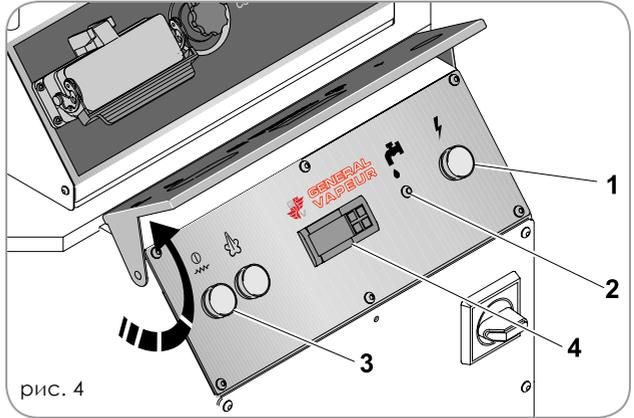
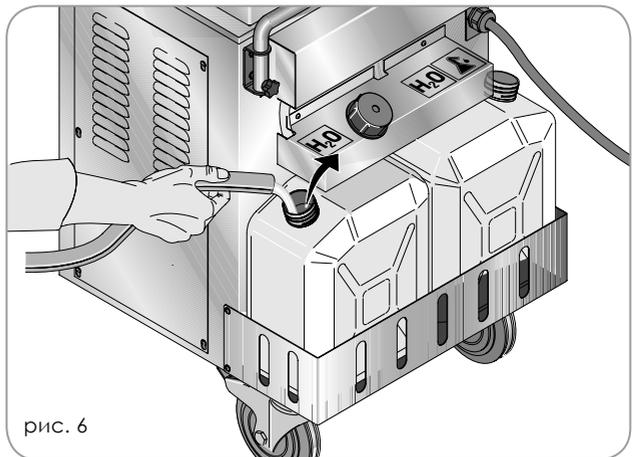

рис. 4
рис. 6
Лампочка (поз. 1, рис. 4), загоревшаяся на панели управления, указывает на правильное подключение к сети. При отсутствии воды в резервуаре включается соответствующая сигнальная лампочка и подается звуковой сигнал. Включить главный выключатель подачи тока на насос и сопротивление (поз. 4, рис. 4). Индикатор температуры в течение 4-5 секунд будет мигать, а затем начнет гореть непрерывно, показывая внутреннюю температуру котла.
Сигнальная лампочка (поз. 2, рис. 4) загорится на 2 секунды, а потом погаснет.
Когда температура достигает значения около 180 °С (считывается на дисплее индикатора 4, рис. 4), а давление – примерно 10 бар (манометр 2, рис. 2), устройство готово к работе. При отсутствии воды в резервуаре сигнальная лампа (поз. 2, рис. 4) начнет мигать и будет подан звуковой сигнал.
Наполните резервуар водопроводной водой (рис. 6) При наполнении резервуара водой до минимального уровня сигнальная лампа и звуковой сигнал выключатся (2 - рис. 4).
- При наполненном резервуаре и пустом котле запустите парогенератор с помощью выключателей (см. параграф «ПОДГОТОВКА»). При этом включится насос подачи воды, который заполнит котел до требуемого уровня. На этой стадии нагревательный элемент отключен, а сигнальная лампочка (поз. 2, рис. 4) непрерывно горит без подачи звукового сигнала, указывая на то, что идет процесс наполнения.
- По окончании процесса наполнения насос отключается, сразу после чего включается сопротивление и начинается процесс нагревания. Сигнальная лампочка (поз. 2, рис. 4) при этом гаснет.
- Каждый раз, когда датчик уровня воды в котле обнаруживает ее недостаток, запускается функция наполнения. В процессе восстановления уровня сопротивление продолжает работать, а сигнальная лампочка (поз. 2, рис. 4) непрерывно горит без подачи акустического сигнала.
- Если в процессе наполнения котла датчик уровня воды в резервуаре остался полностью открытым, система немедленно блокирует функцию подачи воды, а сигнальная лампочка (поз. 2, рис. 4) начинает мигать и звучит прерывистый звуковой сигнал.
- Каждый раз, когда датчик уровня воды в резервуаре обнаруживает ее недостаток, система немедленно блокирует функцию подачи воды в котел, а сигнальная лампочка (поз. 2, рис. 4) начинает мигать и звучит прерывистый акустический сигнал.
- **ВНИМАНИЕ!** Если в процессе наполнения датчик уровня воды в котле остается открытым более 3 минут, система отключает функцию нагревания и наполнения, лампочка начинает мигать и звучит акустический сигнал. В этом случае следует перезапустить парогенератор, отключив и снова включив главный выключатель (поз. 3, рис. 4).